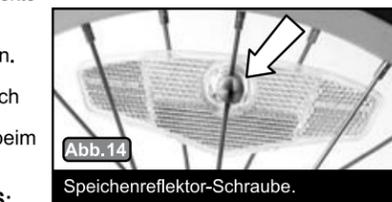

Abb. 14
A) Die Reflektoren sollten um 90 Grad zum Reifventil versetzt angebracht werden (Abb. 13). Die Reflektoren werden durch die Speichen geführt und mit der weißen Schlitzschraube festgeklemmt (Abb. 14). Die Befestigungsschraube aus dem Reflektor herausdrehen. Die Mitte des Reflektors sollte auf einer Speiche sitzen, die in einem Winkel von ca. 90 Grad zum Ventil liegt.
B) Schraube über der Speiche ansetzen und in das Loch des Reflektors eindrehen (Abb. 14). Die Schraube mit dem Schraubendreher um 90 Grad im Uhrzeigersinn drehen, um den Reflektor in seiner Stellung zu arretieren. Die vorigen Schritte für den zweiten Reflektor, der gegenüber des ersten Reflektors angebracht wird, wiederholen. Diese Anordnung der Reflektoren sorgt für den runden und schwingungsfreien Lauf des Anhängerrads.